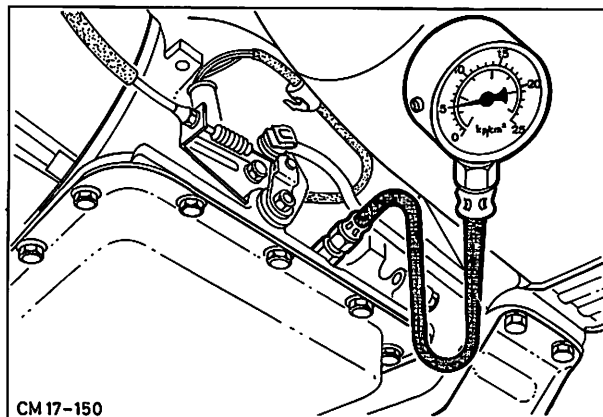

Abb. 11 Öldruck prüfen
1. Öldruckmanometer am Meßanschluß — Getriebegehäuse anschließen. Abb. 11